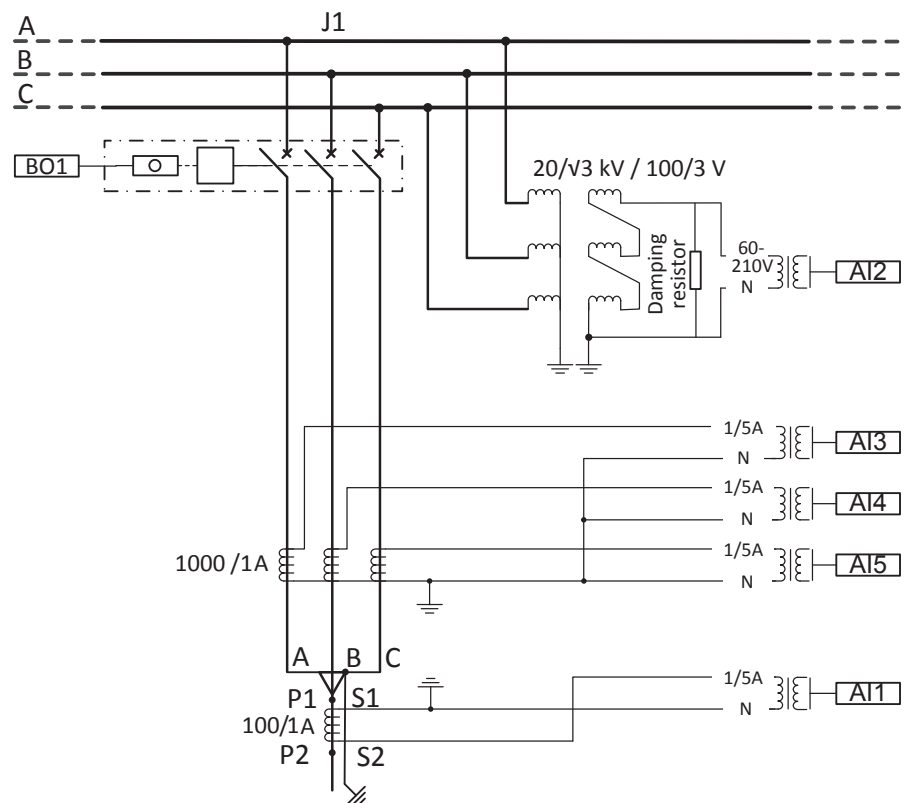

Abb. 10: Relais-Schnittstellen und Strom-/Spannungswandleranschlüsse für den Beispielfall
Abbildung 10 zeigt die Anschlussdetails der Analogeingänge (AI) und die Binärausgänge (BO) des Relais. Die erforderlichen CT- und VT-Anschlüsse für die Realisierung des Beispielfalls werden ebenfalls in der Abbildung für den MFADPSDE-Schutz von Einspeiser J1 gezeigt. Für die Messung des Summenstroms sollt ein CBCT verwendet werden. Die Verlagerungsspannung U_0 wird typischerweise mit offener Spannungswandler-Dreieckschaltung gemessen.